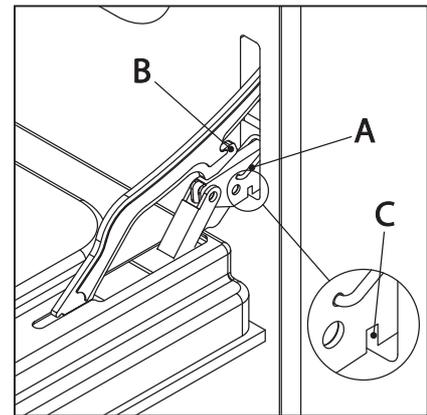

Fig. 13
3. Observe que cada bisagra tiene dos partes (Fig. 13): una superior (B), una inferior (A) y una traba en "U" que al unir ambas partes cuando la puerta está completamente abierta la bloquean. Levante ambas trabas; sostenga la puerta firmemente con ambas manos a la altura de las bisagras y ciérrela despacio. Las bisagras se desprenderán y la puerta quedará libre.